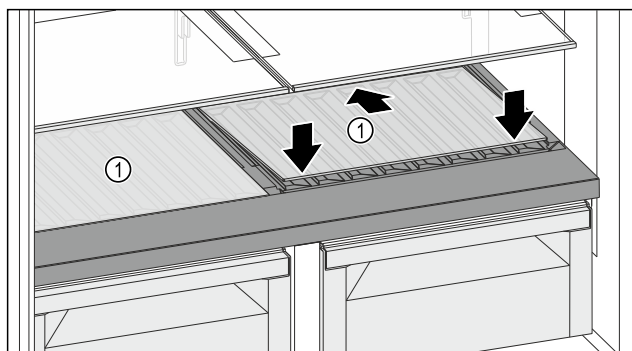

Fig. 132
- ▶ 向后下方倾斜放置玻璃隔板 Fig. 132 (1)。
- ▶ 放低玻璃隔板 Fig. 132 (1) 前部。